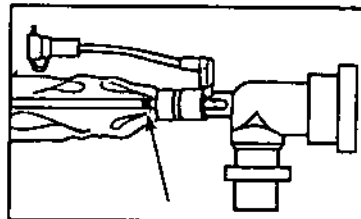

Fig. 2
3. Presione y mantenga válvula de control manual, mientras extrae con cuidado el catéter. Detenga la extracción cuando la banda negra es visible en el interior manguito (Fig 2).